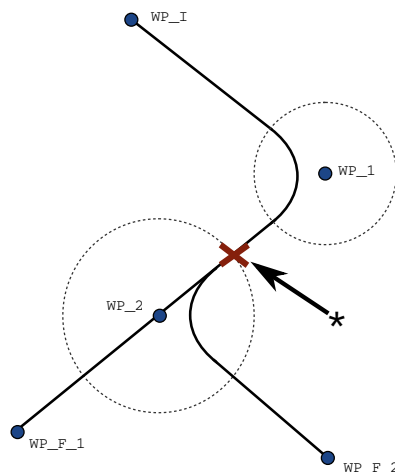

图 15.5: WP\_I 为初始路点，有两个潜在最终路点 WP\_F\_1 和 WP\_F\_2，取决于条件表达式。当机器人手臂进入第二个交融时，条件 if 表达式被评估 (\*)。
**条件交融轨迹** 交融轨迹受设置交融半径的路点以及程序树中的下一个路点影响。也就是说，在图 15.5 中的程序中，围绕 WP\_1 的交融受 WP\_2 影响。在本例中，当围绕 WP\_2 交融时，其结果变得更显而易见。存在两个可能的结束位置，为确定哪一个是要交融的下一个路点，当输入交融半径时，机器人必须已经评估 digital\_input[1] 的当前读数。那意味着 if...then 表达式（或判断下一个路点的其它必要语句，如可变路点）在我们实际抵达 WP\_2 之前被评估，当审视程序序列时，这有点反直觉。如果某个路点是一个停止点，后接判断下一个路点的条件表达式（如：I/O 命令），当机器人手臂停在该路点时执行该表达式。